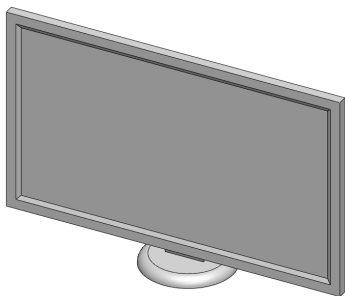

图 16-64 创建圆角特征效果
(5) 单击【确定】按钮，即可创建圆角特征，如图 16-64 所示。